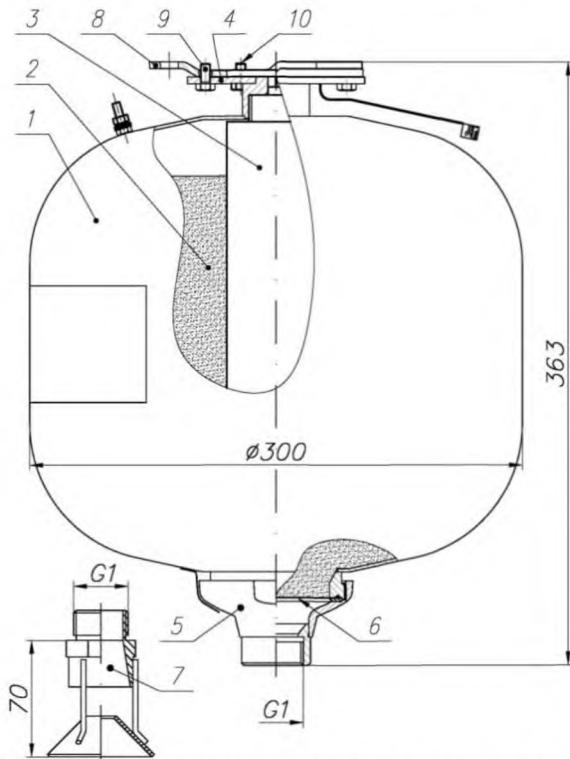

Рисунок 1 -Устройство модуля порошкового пожаротушения Буран-15КД
6.5 Соединить держатель модуля 4 (рис. 1) с кронштейном 8 так, чтобы головки болтов 10 вошли в широкие части пазов держателя модуля. После этого повернуть модуль вокруг оси до упора, болты при этом заходят в узкие части пазов и удерживают модуль в подвешенном состоянии. Зафиксировать от поворота модуль относительно кронштейна болтом 9. Затянуть болты 10.
- Слесарным зубилом разрушить мембрану (поз. 6, рис.1). Высыпать огнетушащий порошок в полиэтиленовый мешок или другую водонепроницаемую емкость. Производственные помещения, в которых производится работа с огнетушащим порошком, должны быть оборудованы приточно-вытяжной вентиляцией, обеспечивающей движение воздуха со скоростью от 0,3 м/с до 0,7 м/с. При проведении работ необходимо соблюдать меры предосторожности, указанные в п.5.2 и 5.3. Порошок утилизировать согласно п.5.3.